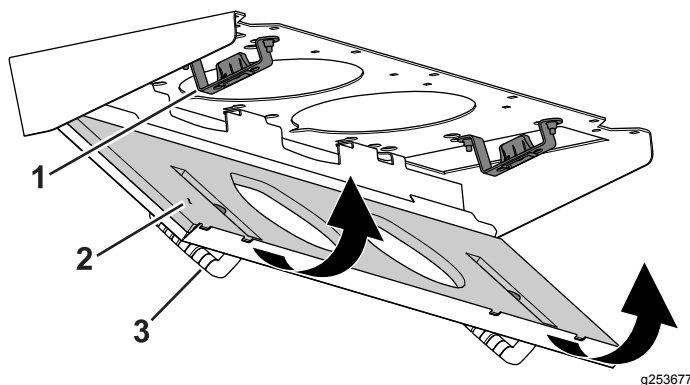

Figura 117
4. Gire la rejilla del filtro sobre las pestañas hasta que el resbalón se bloquee en el cerradero (Figura 117).